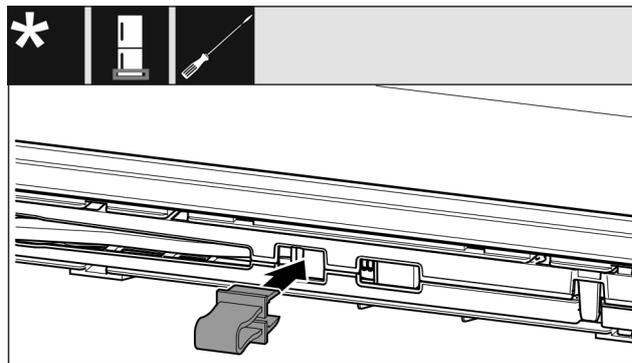

Fig. 12
- ▶ Encaje el seguro en la abertura Fig. 12 ().